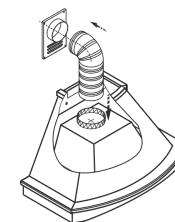
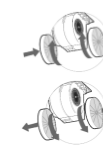

рис. 8
рис. 9
6.4 В зависимости от режима эксплуатации вытяжки соедините вентилятор с вентиляционной решеткой полужестким гофрированным воздуховодом (рис. 8) или установите на вентилятор угольные фильтры, если они предусмотрены. Угольные фильтры устанавливаются на защитные решетки корпуса вентилятора (рис. 9).